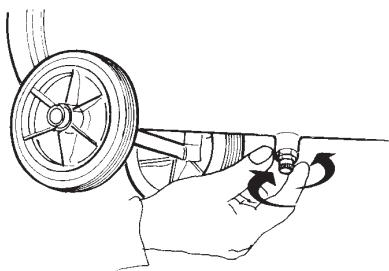

fig. 4
- controleer of de condensaatuitlaatkraan (fig. 4) onder het reservoir gesloten is;
- De condensaataafvoerdop verwijderen indien er in het reservoir druk is (*fig. 4*).
Alvorens ook maar een enkele ingreep op de compressor uit te voeren dient te stekker uit het stopcontact getrokken te worden en de druk uit het luchtreservoir te worden ontladen met 'oehulp van de condensaatautlaatkraan (*fig. 4*). Men dient de dop langzaam los te schroeven en de lucht er langzaam uit te laten gaan omdat er zich in het reservoir metalen residuen kunnen bevinden. Het juist en regelmatig onderhoud van Uw compressor verzekert een goede werking en een langdurig gebruik.
CONDENSAATAFVOER (*fig. 4*)
- alle reservoirlucht eruit laten lopen (*fig. 4*);
- alle lucht uit het reservoir laten lopen (fig. 4);